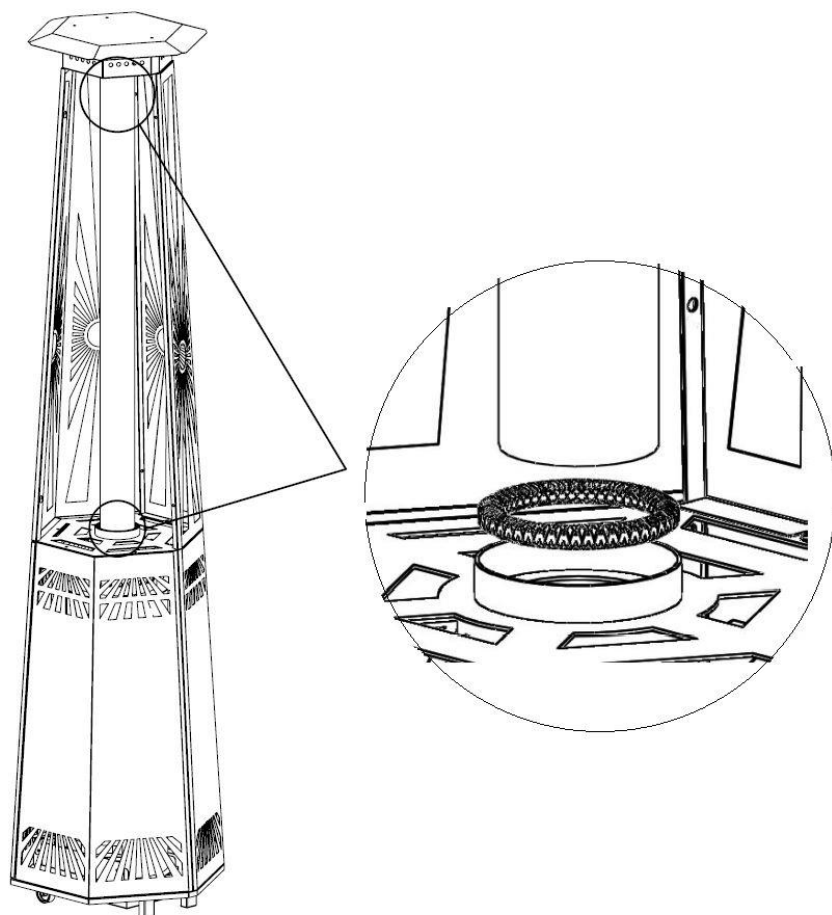

Fig. 9
⚠ NB! Vær forsigtig! Røret er lavet af glas og kan nemt gå i stykker. Monter pakningerne (U) i toppen og bunden af røret, se fig. 9.